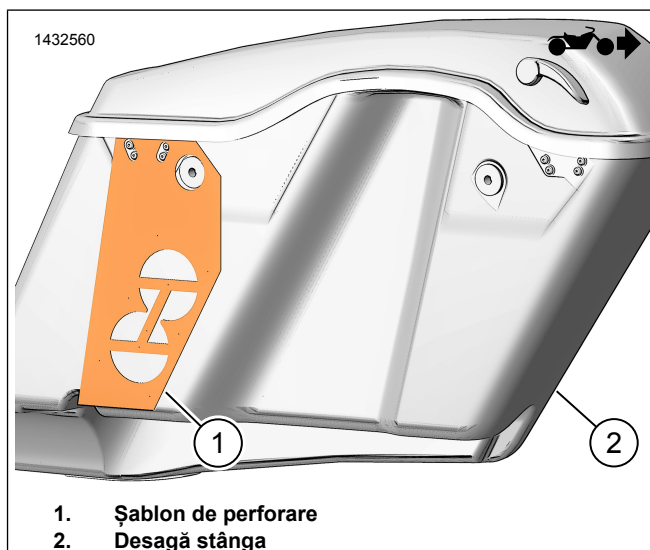

Figura 2. Șablon desagă stânga
1. A se vedea figura 2. Poziționarea șablonului de foraj (1) pe desaga stângă (2).
A se vedea figura 2. Modificați desaga din stânga (2).